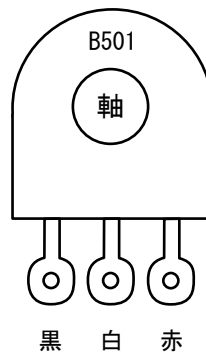

図5-3 ポテンシオメータ端子の配線(軸側から見た図)
- (1) ポテンシオメータ基板に「ポテンシオメータ(可変抵抗器)」をナットとワッシャで固定します。
- (2) ポテンシオメータの回転軸側(「B501」の文字が正しく読める方向)から見て、図5-3のように左側の端子から順に黒、白、赤の電線(コンタクトピンの付いていない方)に、熱収縮チューブ(10mm)を通し、端子に半田付けします。
- (1) 「ポテンシオメータ(可変抵抗器)」をナットとワッシャで所定の位置に固定します。
- (3) 熱収縮チューブを収縮させて、黒、白、赤のワイヤハーネスを軽く撚り合わせます。
- (4) 日本圧着端子製ハウジング XHP-3 の**1番**に、赤のワイヤハーネスのコンタクトピンを挿入します。